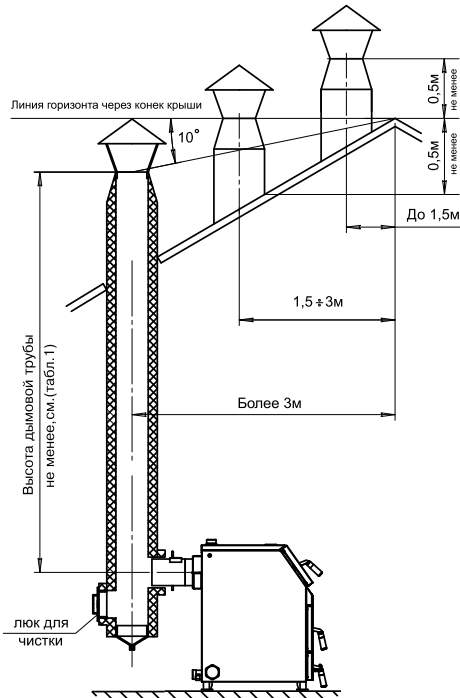

Рис.5 Варианты установки дымовой трубы
6.8. Установка котла и монтаж дымовой трубы должны проводиться в соответствии со СНИП 41-01-2003 как показано на рис. 5.